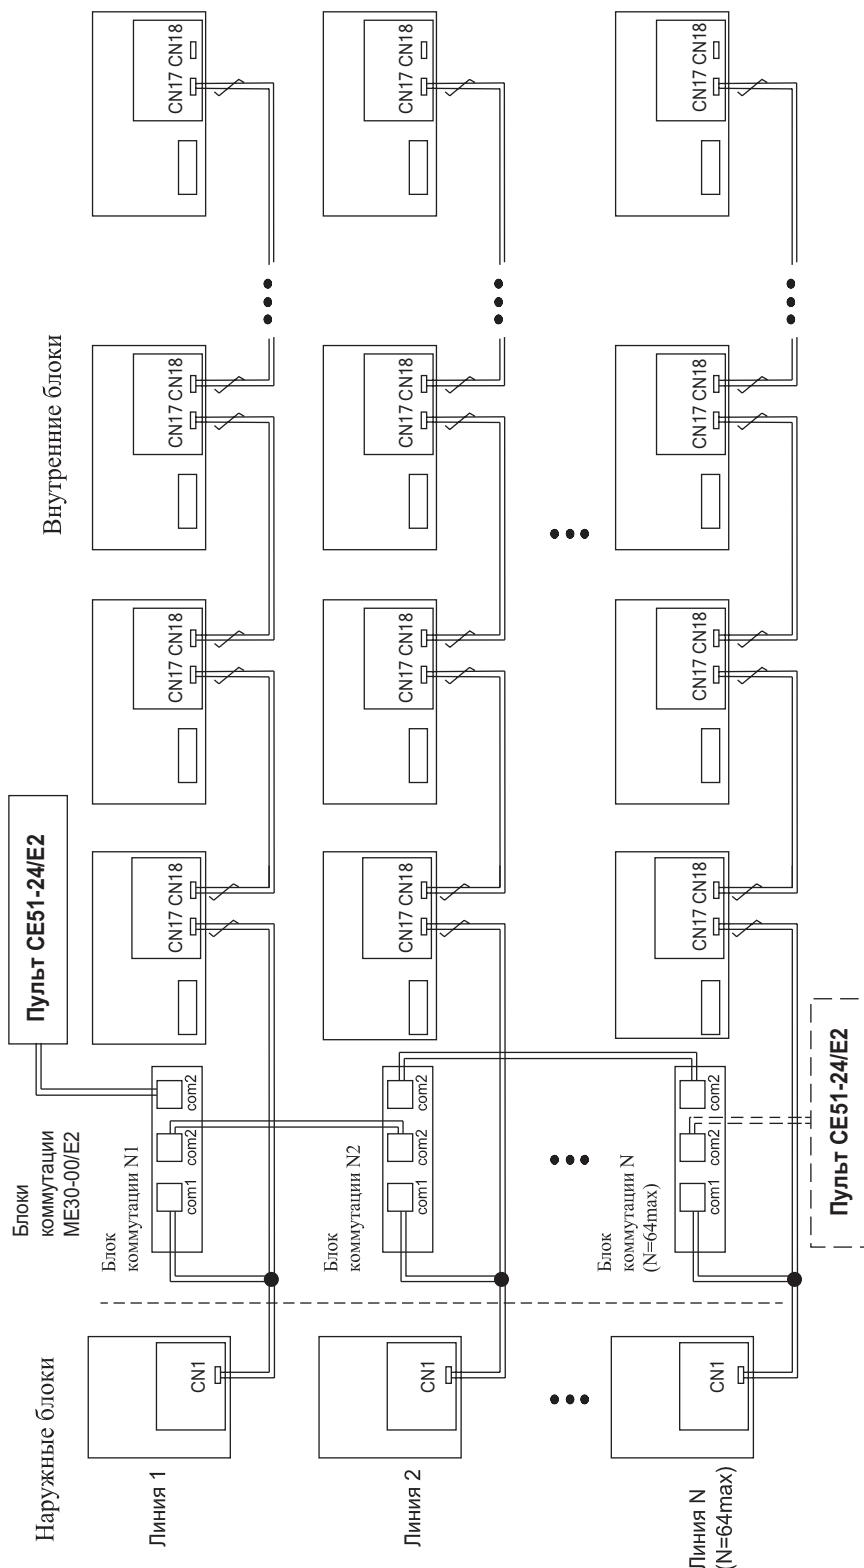

Рис. 7.24
7.5.11 Схема подключения центрального пульта CE51-24/E(M) (Рис. 7.24)